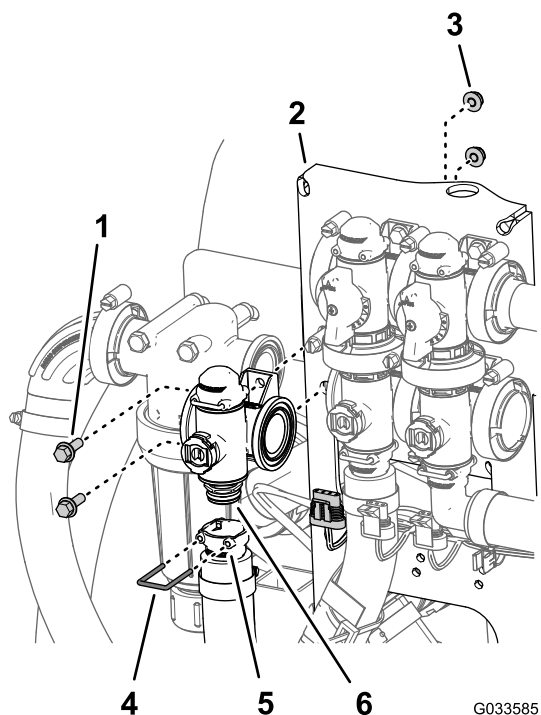

Figure 114
2. Retirez l'étrier qui fixe le raccord de sortie au coupleur du collecteur du régulateur de débit (Figure 114).
- Retirez les 2 boulons à embase ($\frac{1}{4}$ x $\frac{3}{4}$ po) et les 2 contre-écrous à embase ($\frac{1}{4}$ po) qui fixent le régulateur de débit au support, puis déposez le collecteur de la machine (Figure 114).